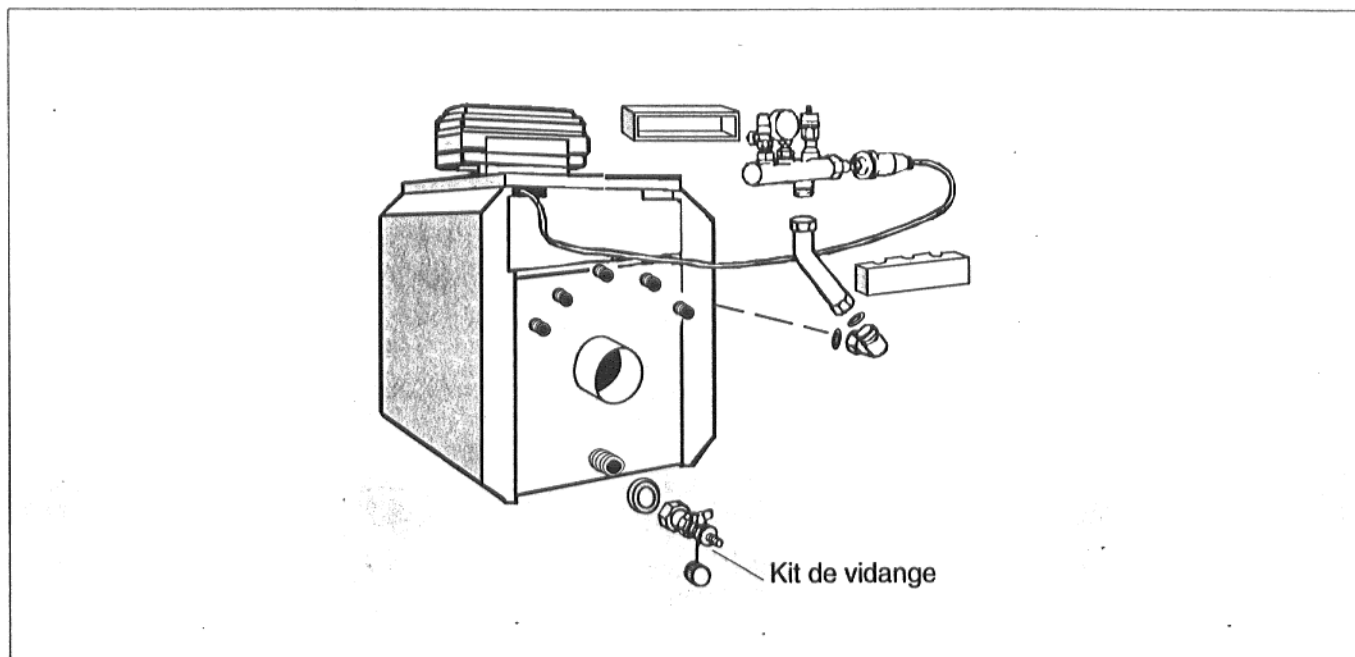

Fig. 5 Kit de vidange pour chaudière S115.
- ❑ Placer le joint dans le raccord à visser du robinet de vidange et visser ce dernier sur la tubulure de retour sécurité de la chaudière (fig. 5 et 6).